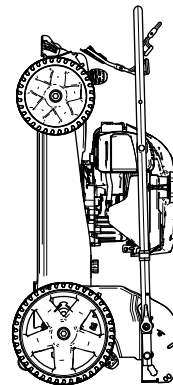

図 21
6. ハンドルで機体の前部を持ち上げて格納場所へ運ぶ 図 21。